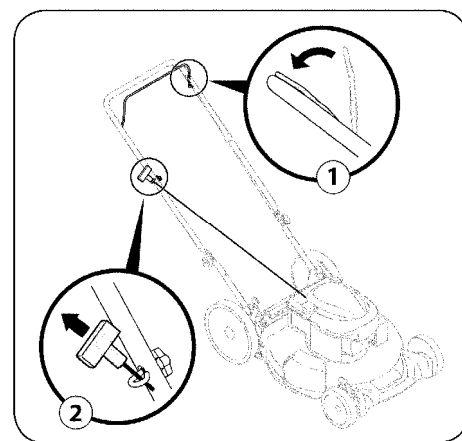

Рис. 14
2. Уверенно удерживая совмещенные две ручки, возьмитесь за ручку стартера и медленно потяните, пока не почувствуете сопротивление, затем потяните быстро, непрерывно, на полный ход руки. См. Рисунок 14. Удерживайте крепко ручку стартера и дайте шнуру медленно намотаться обратно. Повторите действие до запуска двигателя. Каждый раз давайте медленно возвращаться шнуру..